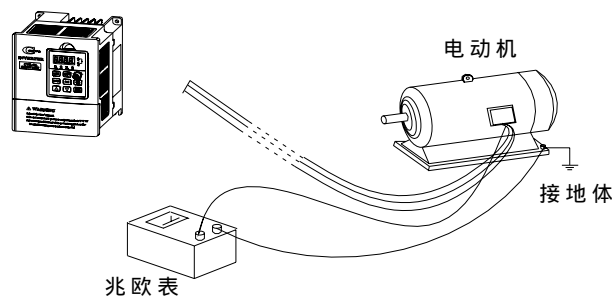

图 1-1 电机绝缘检查示意图
1.3.9 电机在首次使用或长期放置后再使用前，请做电机绝缘检查，防止因电机绝缘失效而损坏变频器。电机绝缘检查示意图如图 1-1 所示：